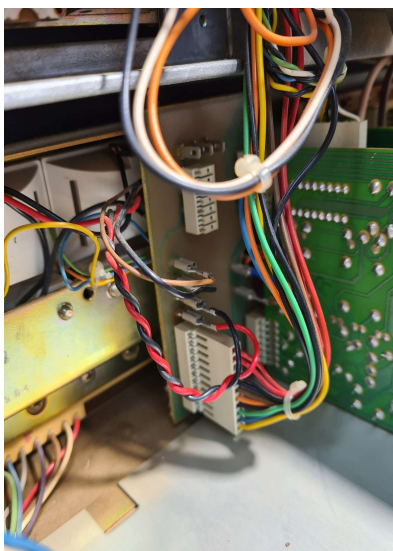

Figure 5
- Le câble Rouge se branche sur la borne P13 +20V(1er depuis le Bas). (Figure 5)
- Le câble noir se branche sur la borne P12 Masse (2ème depuis le Bas). (Figure 5)
- Das rote Kabel wird an die Klemme P13 + 20V angeschlossen (1. von unten). (Abbildung 5)
- Das schwarze Kabel wird an die Erdungsklemme P12 (2. von unten) angeschlossen. (Abbildung 5)